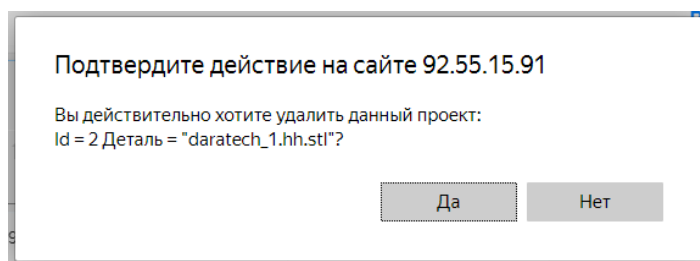

Рис. 9.4 – Подтверждение удаления строки
- 3) в появившемся окне подтвердить удаление записи (см. рис. 9.4).